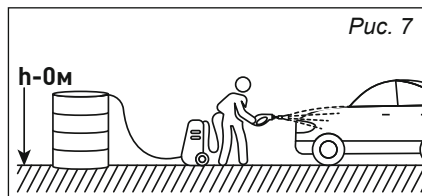

Рис. 7
2. Расположение на одном уровне (рис. 7): минимальный подпор воды на впуске, средние потери выходного давления.